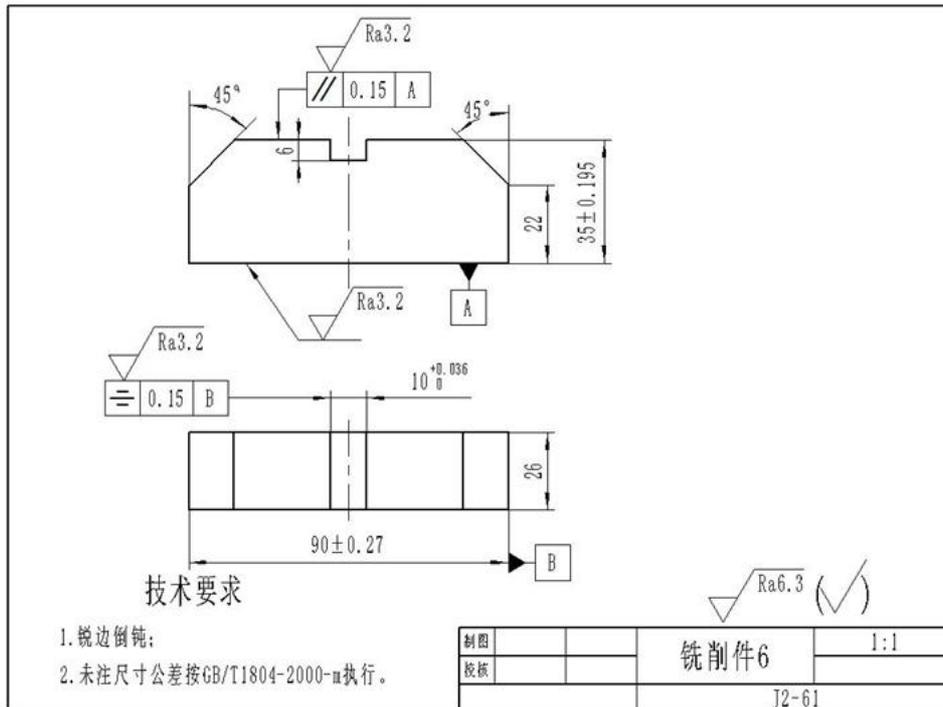

图 2.61 铣削件-6
(1) 任务描述：试在 X5032 铣床上加工如图 2.61 工件，所提供的工件毛坯规格：长、宽、高为 95mm×40mm×30mm，45 钢。根据使用要求，需要将毛坯铣削成 90mm×35mm×26mm 长方体，保证图示位置上下两个表面结构 Ra3.2 μm 且平行度要求为 0.15mm，其余表面结构 Ra6.3 μm；在此基础上，图示位置还需加工宽度为 10mm 通槽和 45° 斜面；最终结构要素的加工形状、公差要求以及表面质量等以图纸标注为准。